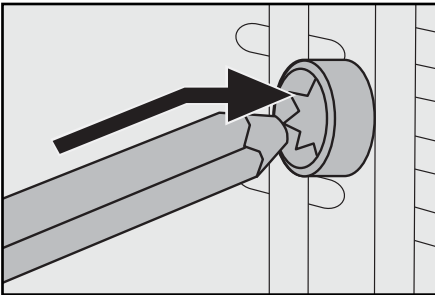

Fig. 1: Infilare lo spiedo **16** nell'azionamento **1**.
- Infilare nell'azionamento **1** prima l'estremità dello spiedo **16** senza scanalatura (fig. 1):